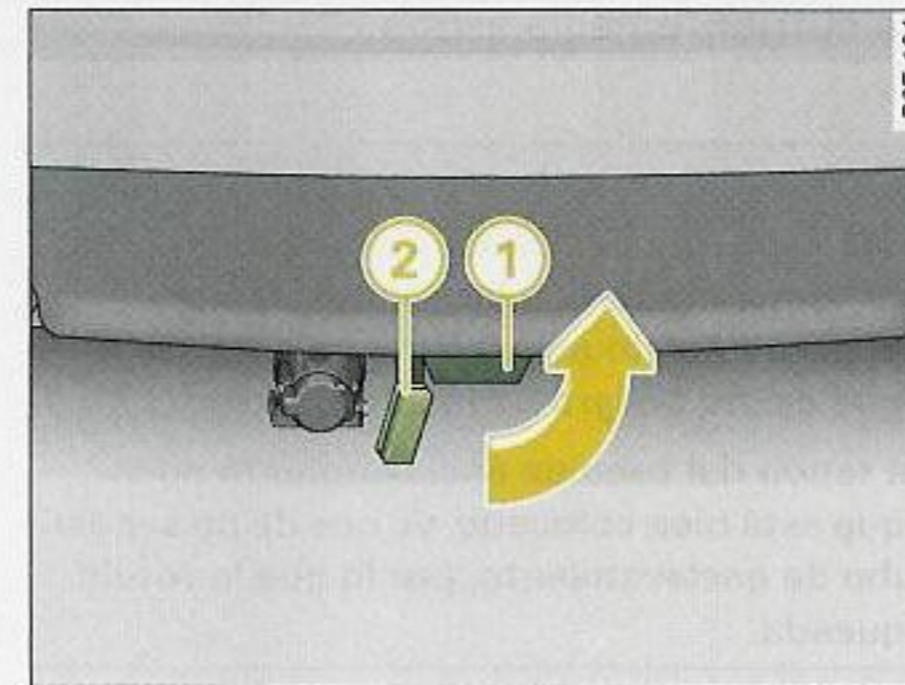

Fig. 219 Parachoques trasero: colocar el tapón
- Extraiga la rótula del tubo de enclavamiento tirando de ella hacia abajo ① ⇒ fig. 219. Al hacerlo, la chapaleta de cierre que hay en el tubo de enclavamiento ② lo cerrará automáticamente.